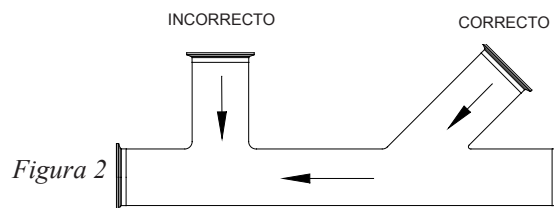

Figura 2
- Evite transiciones abruptas en el sistema de tuberías (Figura 2).